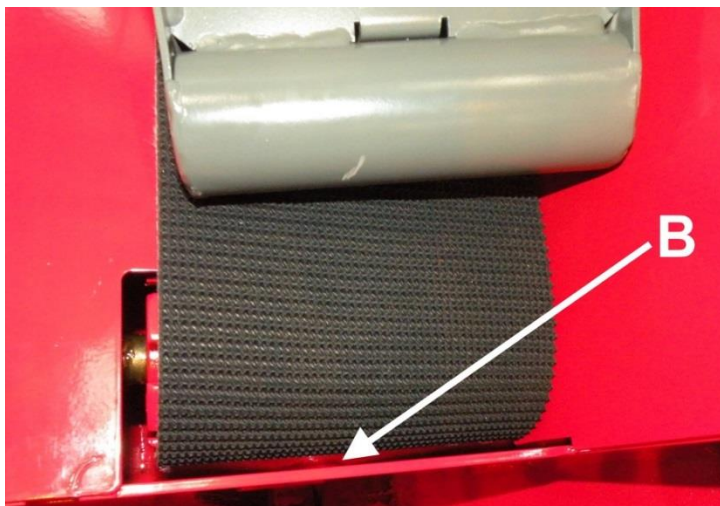
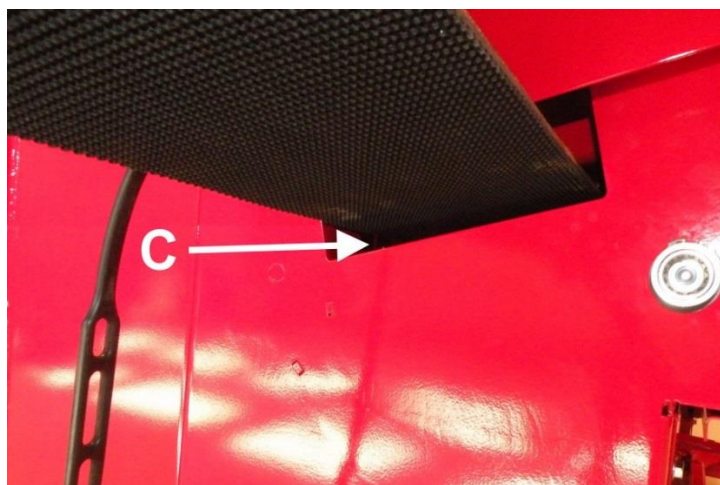

Bild 27
Bild 28
6. Montera det nya bandet från inmatningstransportörens dragrulle genom hålet B (Bild 27) tills du kan dra det från andra hållet C (Bild 28). Obs. Avlägsna vid behov inmatnings-transportörens skydd enligt anvisningarna i kapitel 4.5.